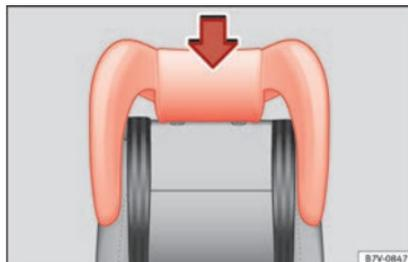

Fig. 94 Cadeira de criança integrada: montar o encosto de cabeça da mesma.
- Introduza o encosto de cabeça da cadeira de criança nas guias do encosto correspondente até que encaixe corretamente » Fig. 94.